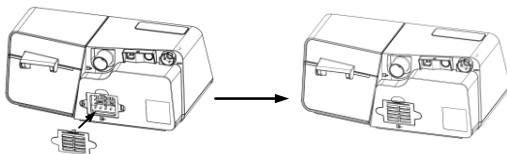

Fig. 12-2
(2) Instalați capacul filtrului care conține filtrul de aer pe dispozitiv, așa cum se arată în Fig. 12-2.